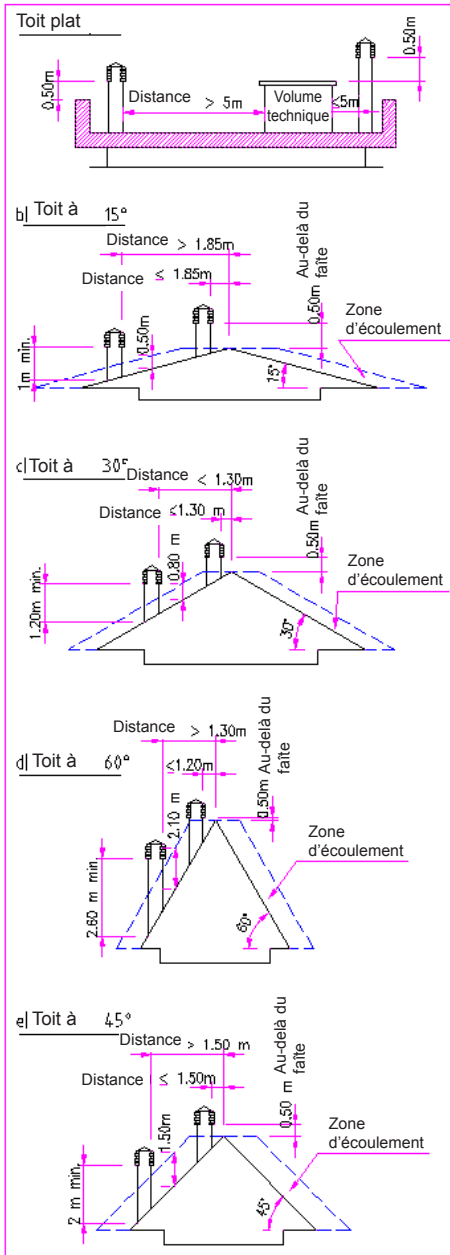

Fig.4
Les types (B) et (C) ne sont pas anti-vent. Le pot doit posséder une section utile de sortie non inférieure au double de celle de la cheminée et doit être conformé de façon que, même en cas de vents de toute inclinaison et direction, l'échappement de la fumée soit garanti. Il doit empêcher l'entrée de la pluie, de la neige et des animaux éventuels. Le niveau d'évacuation dans l'atmosphère doit se trouver en-dehors de la zone d'écoulement provoquée par la conformation du toit ou par des obstacles qui se trouvent à proximité (voir fig.4).